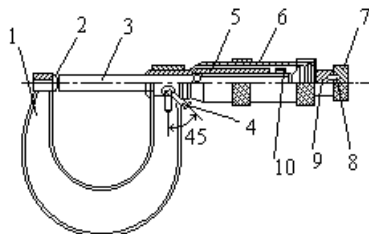

Рис. 1. Устройство микрометра
5.1. Общий вид микрометра показан на рис.1. Корпусом инструмента служит скоба 1, в которую запрессованы с одной стороны пятка 2, с другой - стембель 5, на котором закреплена микрогайка и нанесена продольная шкала. Одной измерительной поверхностью является торец микрометрического винта 3, выдвигающегося из стембля, второй - торец пятки 2. Микровинт связан с корпусом барабана 6, имеющим на конусном конце круговую шкалу. Заканчивается барабан резьбой, на которую навинчивается гайка 9, являющаяся корпусом механизма трещетки. Основное назначение трещетки - обеспечивать постоянство измерительного усилия за счет храповика 7 и подпружиненного стержня 8. Микрометр снабжен устройством 4, позволяющим стопорить микровинт и гайкой 10 для регулировки зазора в паре микровинт - микрогайка.
6.3. Перед началом измерений микрометрическим инструментом, производят их проверку и установку на нуль. Установку микрометров на нуль производят на начальном делении шкалы. Для микрометров с пределом измерений 0-25 мм на нулевом делении шкалы, для микрометров с пределами измерений 25-50 мм на делении 25 и т.д. Осторожно вращая микровинт за трещотку, приводят в соприкосновение измерительные поверхности микровинта и пятки. У микровинтов с пределом измерения 25-50. Микровинт и пятка соединяются между собой через блок концевых мер длины размером 25 или через специально установочные цилиндрические меры, прилагаемые в комплект к микрометрам. При указанном соприкосновении скошенный край барабана микрометра должен установиться так, чтобы штрих начального деления основной шкалы (нуль или 25) был полностью виден, а нулевое деление круговой шкалы барабана совпадало с продольной горизонтальной линией на стебле 5 (рис. 1). Если такого совпадения нет, то стопором 4 необходимо зафиксировать микровинт 3 и, придерживая барабан 6 за накатанный выступ ослабить накидную гайку 9. Затем, поворачивая освобожденный корпус барабана, совмещают нулевое деление на барабане с горизонтальной линией на стебле 5 микрометра, и, придерживая корпус барабана за накатанный выступ, снова закрепляют барабан гайкой 9.